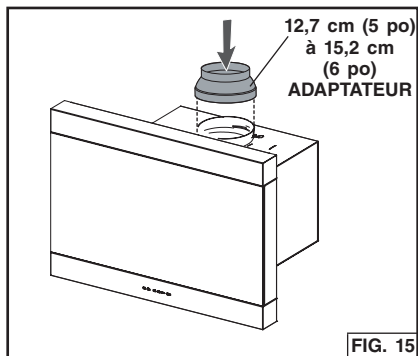

FIG. 15
2. Fixez l'adaptateur 12 à 15 cm (5 po à 6 po) au refoulement de la soufflante et collez le joint avec de l'adhésif pour canalisation en aluminium. Fig. 15.